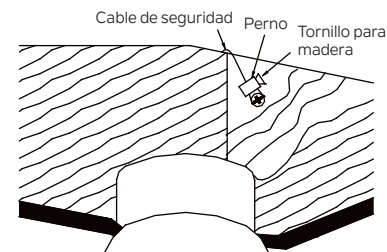

Figura 14
Paso 2. Inserte el cable de seguridad a través del soporte de montaje y uno de los orificios de la caja de salida en el techo. Ajuste la longitud del cable de seguridad para alcanzar el tornillo y las arandelas tirando del cable adicional a través de la abrazadera del cable hasta que la longitud total sea la correcta, vuelva a colocar el extremo del cable a través de la abrazadera del cable, formando un bucle en el extremo del cable. Apriete firmemente la abrazadera del cable. Ahora, coloque el lazo en el extremo del cable de seguridad sobre el tornillo para madera y debajo de la arandela. Apriete firmemente el tornillo de madera. (Figura 14)